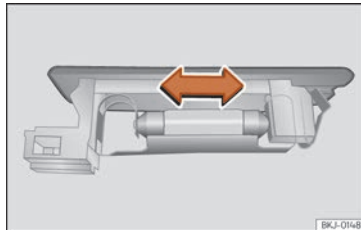

Fig. 114 Luz del maletero.
- Presione la lámpara lateralmente y extráigala del alojamiento »» fig. 114.